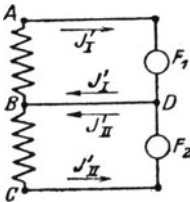

Fig. 96.
244. Die in der Wicklung AB einer Wechselstrommaschine erzeugte EMK ist gegen die in der Wicklung BC einer zweiten Maschine erzeugte um  $90^\circ$  verschoben. Durch die Lampen  $F_1$  bzw.  $F_2$  fließen Ströme von 5 [8] (7) A bzw. 12 [15] (20) A. Welcher Strom fließt in der gemeinsamen Leitung BD (Fig. 96)?